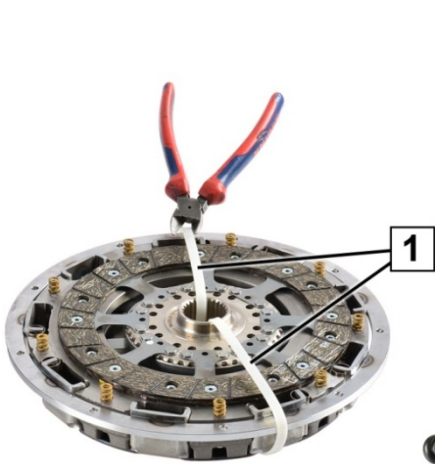
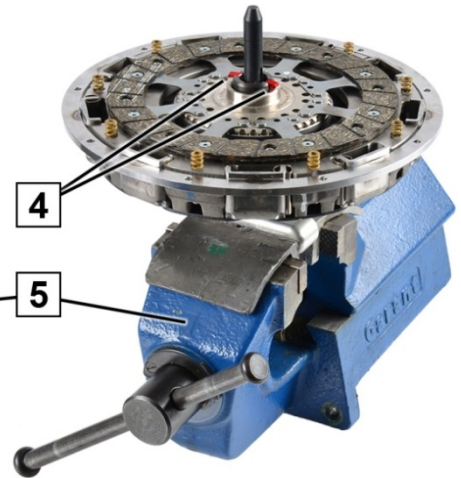

Fig. 1: Protection de transport
Fig. 3: Enliqueter l'outil spécialisé
4. Enlever l'embrayage bi-disque (12) et serrer (fig. 3) avec l'outillage spécialisé (3) dans l'étau (5).
1. Poser l'embrayage bi-disque (12) avec le disque d'embrayage vers le haut sur l'établi (fig. 1).
3. Retirer (fig. 1) le collier de la protection de transport (1).
4. Tirer le bouton à tirer (2) afin de desserrer le verrouillage (4) de l'outillage spécialisé (3).
5. Pousser l'embrayage bi-disque avec le moyeu sur l'outillage spécialisé (3) jusqu'à ce que le verrouillage (4) fixe l'embrayage bi-disque (fig. 3).